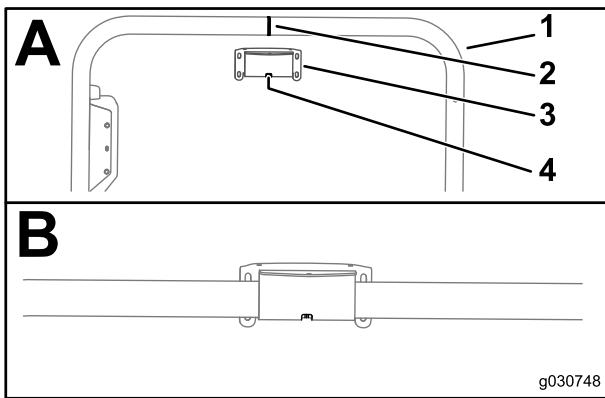

Bild 123
1. Fluchten Sie den Schlitz in der Mitte der Empfängerbefestigung mit der Schweißnaht an der Mittellinie des Überrollschutzhorns aus (Bild 123)